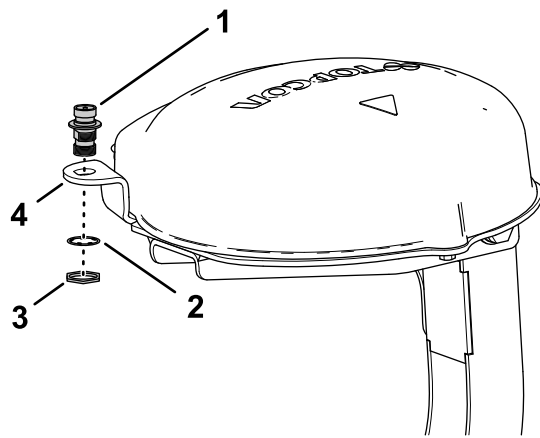

Figure 156
1. Passez le coupleur coaxial dans l'ouverture de la bride de l'antenne RTK en orientant les filetages de traversée vers le bas (Figure 156).
2. Fixez le coupleur coaxial à la bride du socle du récepteur à l'aide de la rondelle-frein et de l'écrou de blocage, et serrez l'écrou à la main (Figure 156).